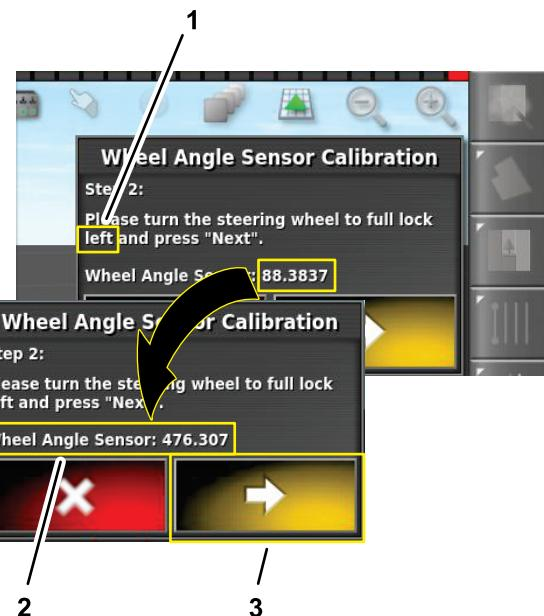

図 163
- ステップ 2で、ハンドルを左にいっぱいに切り、停止し、次のステップのアイコンを押します (図 163)。